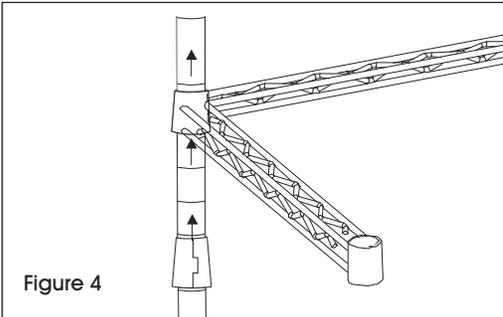

Figure 4
2. Slide post through underside of U-Frame until U-Frame slides firmly over supports. (See Figure 4) Repeat this step for remaining posts.
2. Insérez le montant par le dessous du cadre en U jusqu'à ce que le cadre en U repose sur les supports. (Voir Figure 4) Répétez cette procédure pour les autres montants.